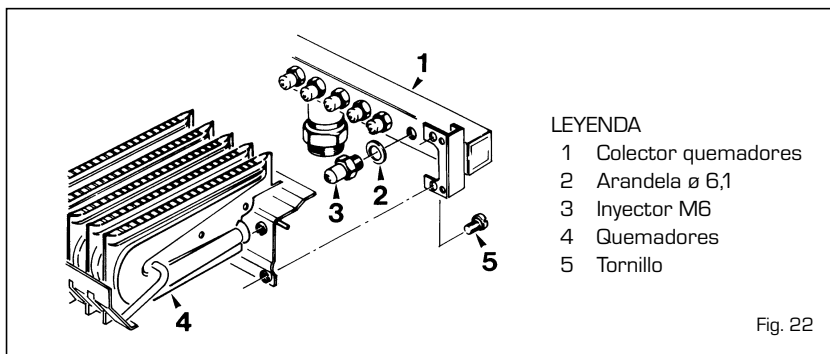

Fig. 22
Para realizar la transformación a gas butano (G30) o propano (G31) será necesario sustituir los inyectores principales operando del modo siguiente (fig. 22):
- Desmontar el grupo quemadores-colector gas (fig. 22).